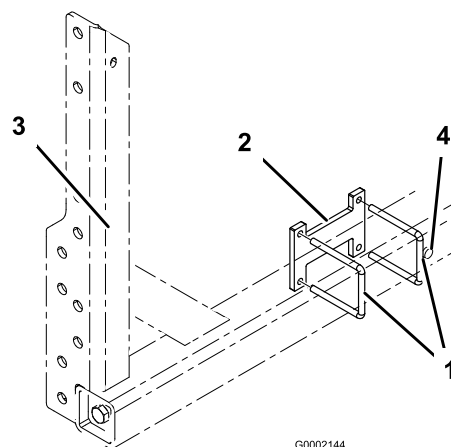

Figure 2
1. Posez 2 étriers filetés sur le cadre de la rampe, comme illustré à la Figure 2. Placez l'ensemble sur